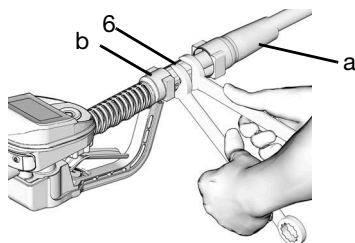

FIG. 9
2. Deslize o protetor da articulação giratória (a) para trás, por cima da mangueira, iniciando pela menor extremidade, para acessar o encaixe da articulação (6) (FIG. 9).
3. Aplique selante às porcas macho do encaixe da mangueira. Enrosque o encaixe da mangueira (b) na articulação giratória da válvula de distribuição calibrada (6). Use duas chaves para apertar firmemente (FIG. 9).